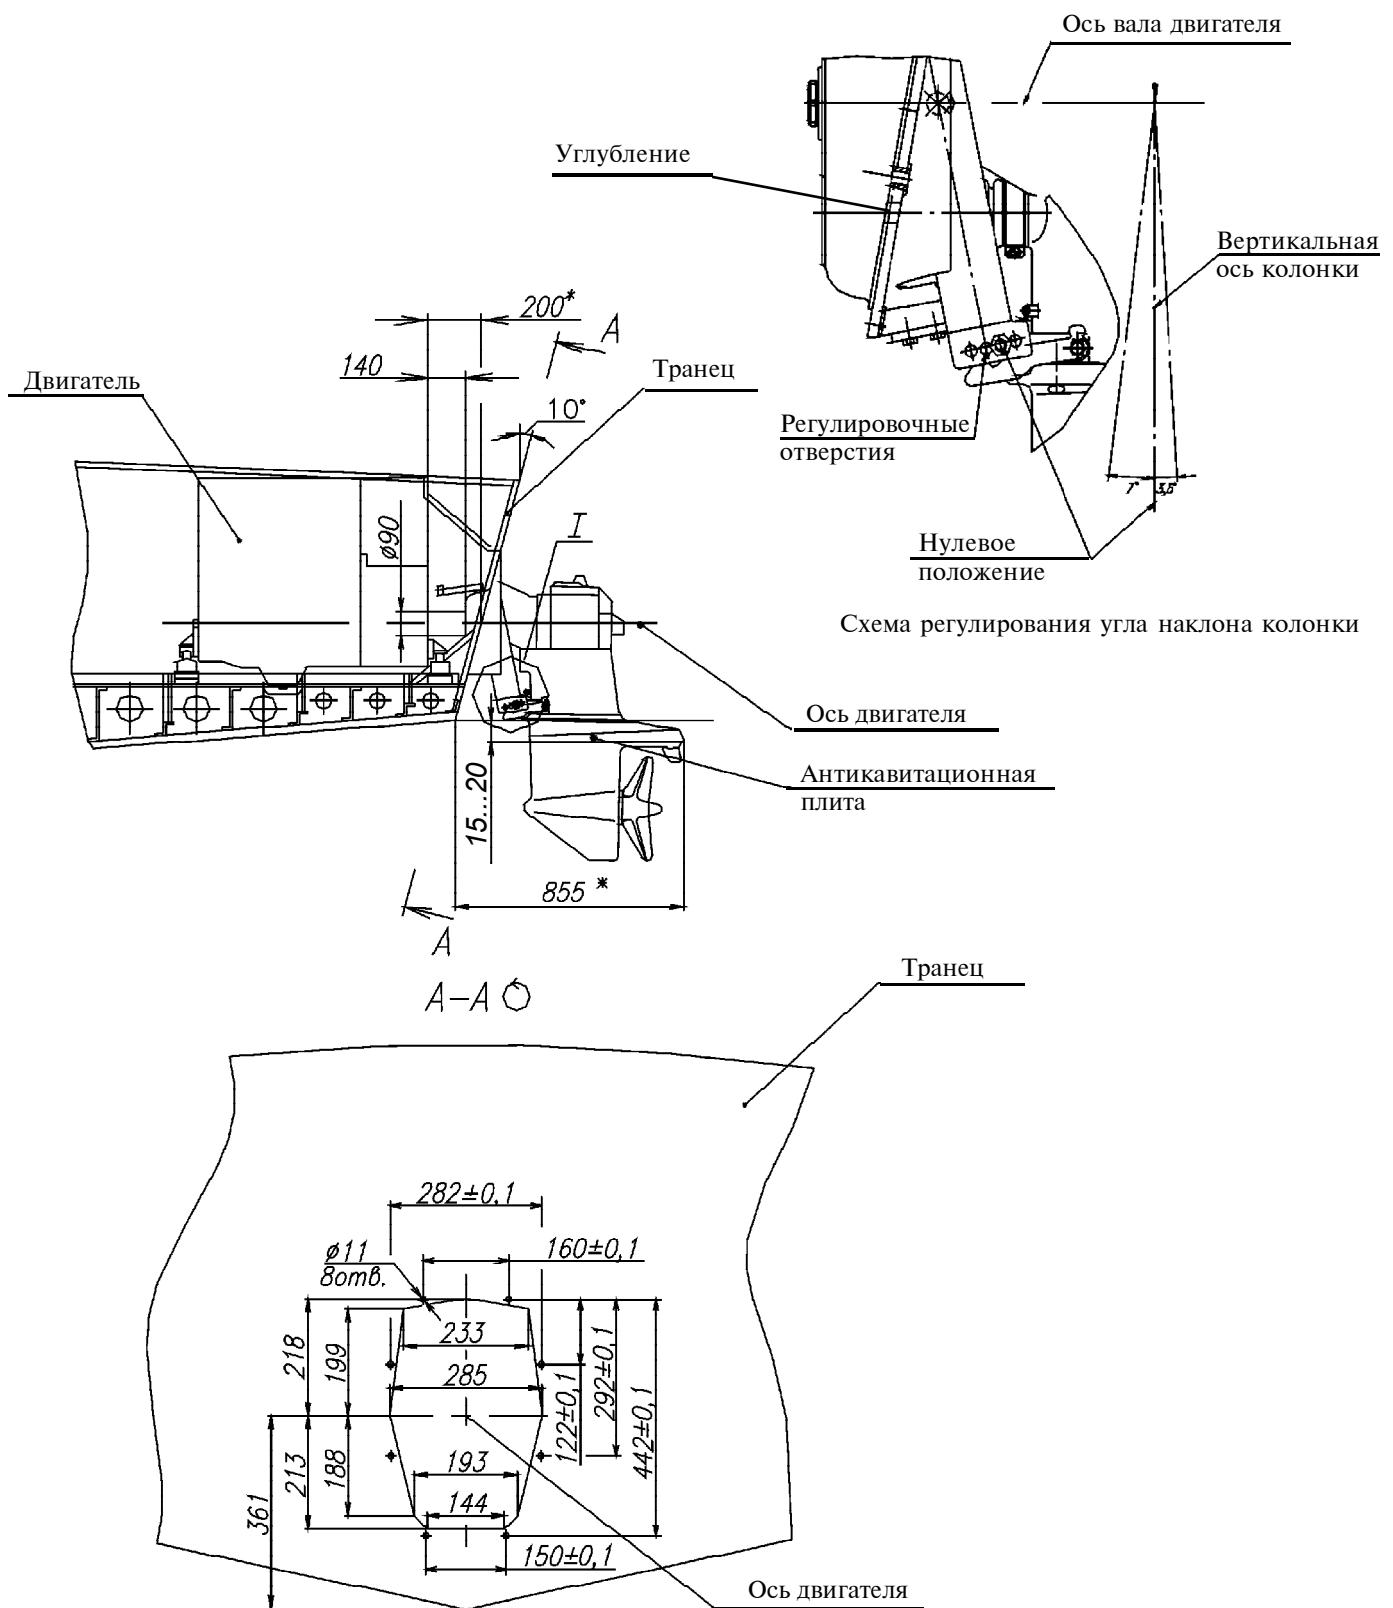

Рисунок 1.5 - Монтаж колонки
2.3.2 По оси симметрии судна в транце необходимо выполнить окно и отверстия для крепления транцевой плиты, см. рисунок 1.5. Пересечение линии, проведенной через углубления на ребрах транцевой плиты, и вертикальной оси симметрии определяет положение оси выходного вала.